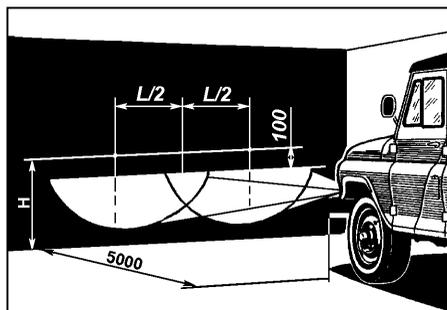

Рис. 9.64. Разметка экрана для регулировки противотуманных фар:
**Противотуманные фары** регулируйте так, чтобы световые пятна на стене или экране были расположены, как показано на рис. 9.64. Для замены лампы поверните патрон в сборе с лампой против часовой стрелки и выньте его из гнезда.